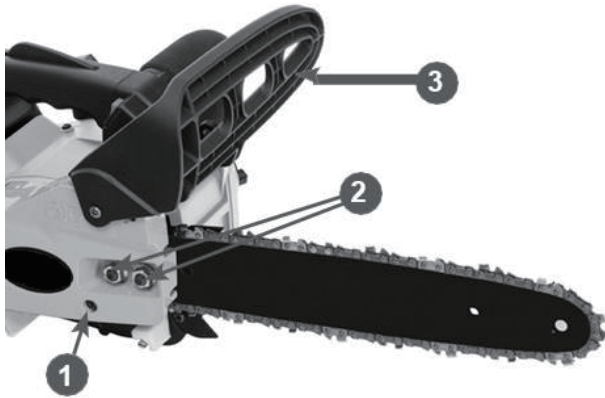

Рис.2
2. Комбінованим ключем з комплекту пилки відкрити (проти годинникової стрілки) гайки кріплення шини (2) Рис.2 та зняти кришку ланцюгового колеса.
9.Відрегулювати натяг ланцюга, повертаючи викруткою за годинниковою стрілкою натяжний гвинт.(1) Рис. 2